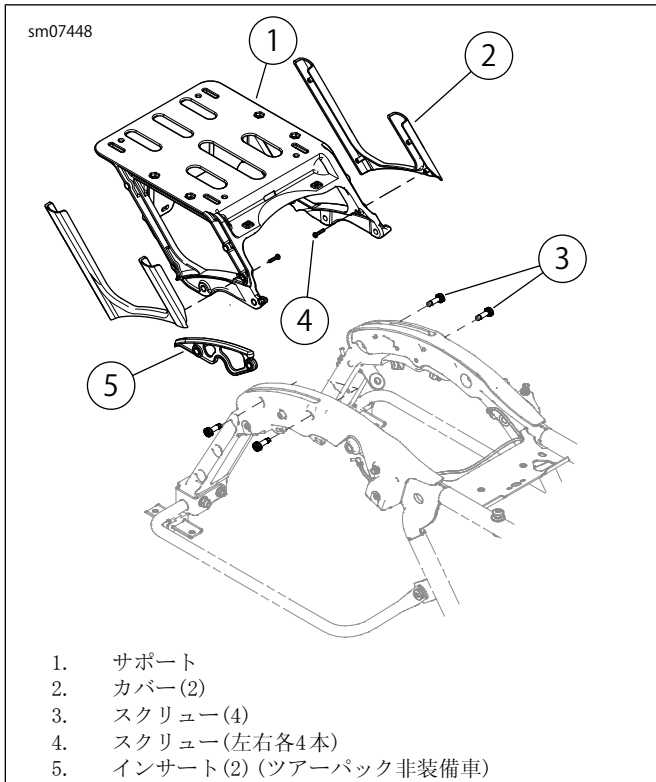

図5。Tour-Pakサポート
- a. 「図5」を参照。ハーネスコネクターをサポート(1)のアンカーから取り外す。